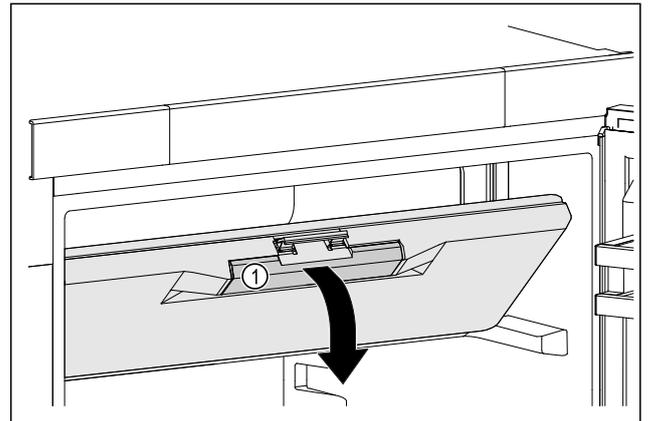

Fig. 48
► Saisir la porte du congélateur par la poignée encastrée Fig. 48 (1).